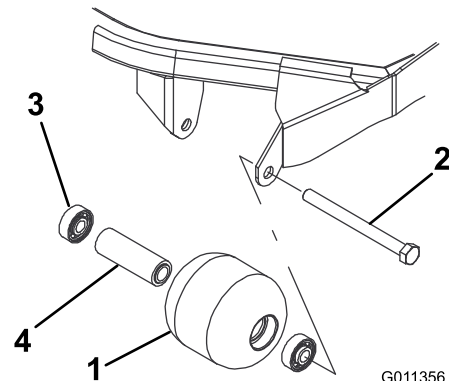

図 86
1. ローラ取り付けボルトを外す 図 86。
4. ローラハウジング、ベアリング、ベアリングスペーサに破損がないか点検する 図 86。
1. 第一のベアリングをローラハウジングに押し込む 図 86。アウターレースのみを押すか、インナーレースとアウターレースを均等に押すかする。
2. スペーサを入れる 図 86。
3. 第二のベアリングをローラハウジングに入れる 図 86 このときは、インナーレースがスペーサに接触するまで、インナーレースとアウターレースを均等に押す。